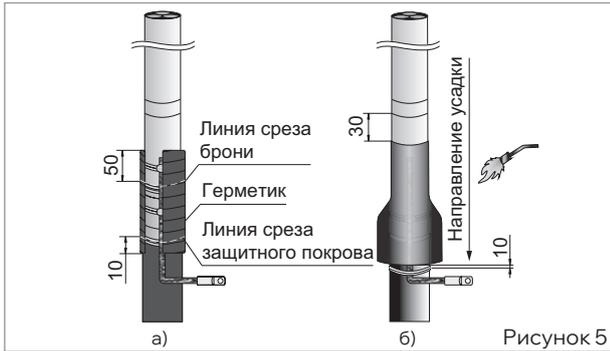

Рисунок 5
- Обезжирить ступень брони и оболочки с припаянным проводом заземления и обмотать лентой герметика места пайки. Намотку начинать, отступив на 50 мм от среза брони (защитного покрова в случае кабеля с защитными покровами типа Шв) в сторону конца кабеля. Намотку выполнить с заходом на 10 мм на защитный покров кабеля. Наматывать герметик с 20%-ным перекрытием и небольшим вытягиванием. Разделительную бумагу герметика следует удалять по мере намотки (рис. 5а).
- Надвинуть термоусаживаемую манжету для герметизации оболочки на 30 мм от второго кольцевого надреза и усадить, начиная с металлической оболочки кабеля и далее в сторону брони и защитного покрова кабеля (рис. 5б).